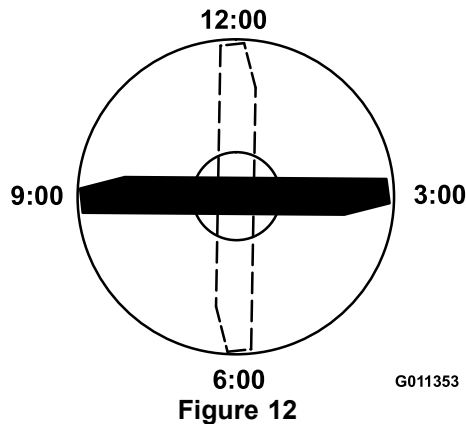

Figure 12
4. Positionnez le tranchant de l'extrémité marquée à la position 12 heures (droit devant dans la direction de la tonte) (Figure 12) et mesurez la hauteur de la surface plane au tranchant de la lame.
5. Tournez l'extrémité marquée de la lame aux positions 3 et 9 heures (Figure 12) et mesurez les hauteurs respectives.